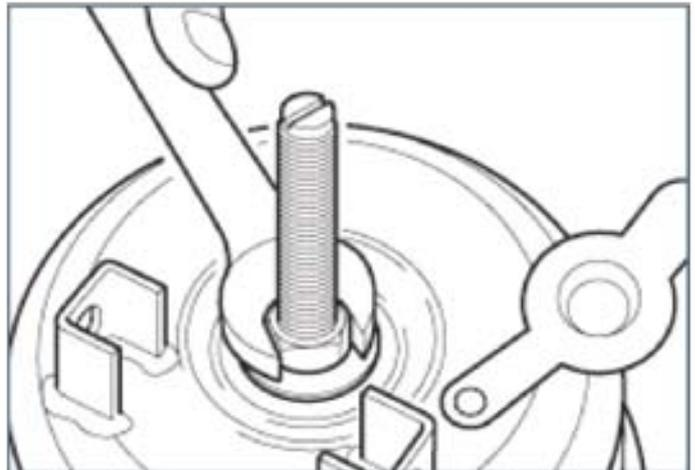
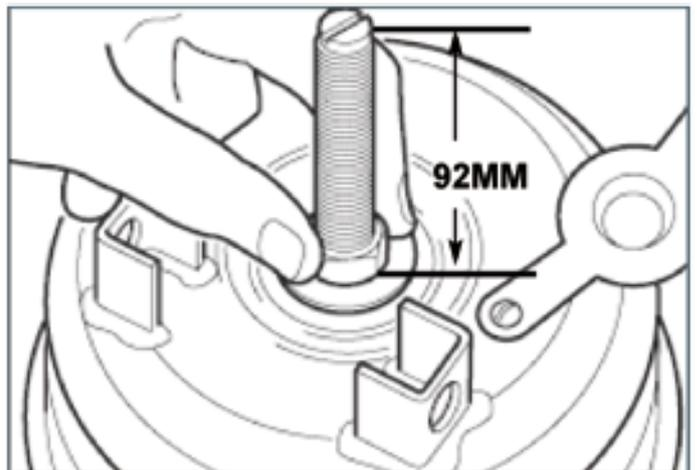

Abb. 9.5
Abb. 9.6
6. Drehen Sie die Lösemutter mit einem passenden 19-mm-Schraubenschlüssel gegen den Uhrzeigersinn (Abb. 9.5) bis von der Schraube noch 92 mm über die Unterlegscheibe hinausragen (Abb. 9.6).